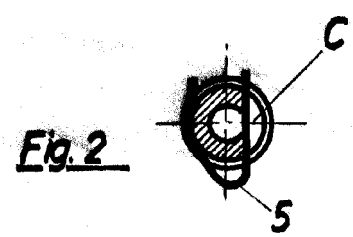

Fig. 2
La Fig. 2ª muestra un detalle de la sujeción de capuchón y bujía.
35 La parte superior roscada de la bujía (4) se introduce en el taladro (B) y se sujeta mediante el circlip (5) que pasa por la ranura (c) en la forma indicada en la Fig. 2ª.